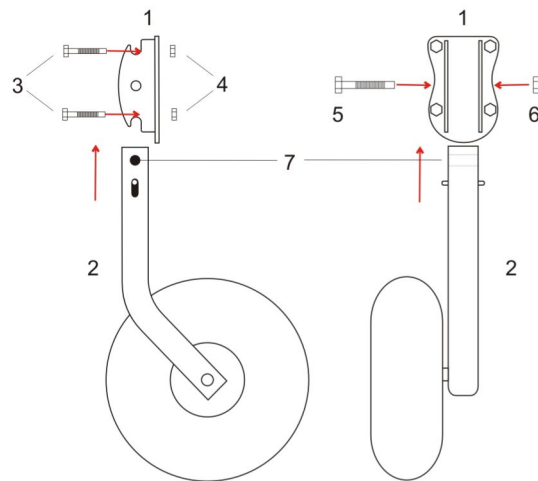

Рис. 2
Шасси состоят из фланцев (Рис. 2. 1), которые крепятся к транцу лодки, и стоек с пневматическими колесами (Рис. 2. 2).
1. Фланцы крепятся к транцу лодки с помощью болтов М8 – 40 (Рис. 2. 3), шайб, пружинных шайб и гаек (Рис. 2. 4)
2. Стойки соединяются с фланцами путем совмещения отверстий (Рис. 2. 7) с соответствующими отверстиями на фланцах болтами М10 и гайками (Рис.2. 5,6).